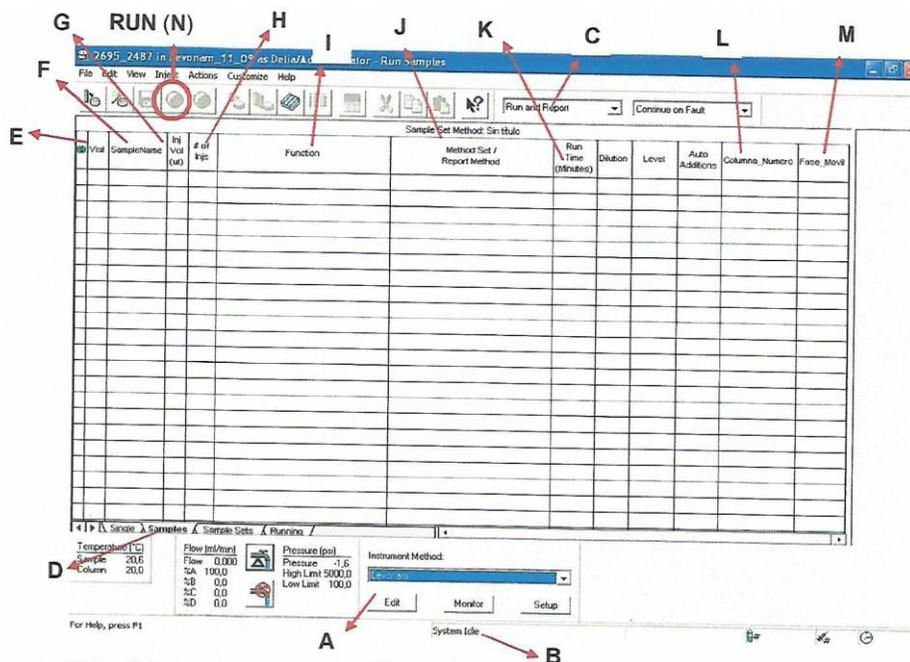
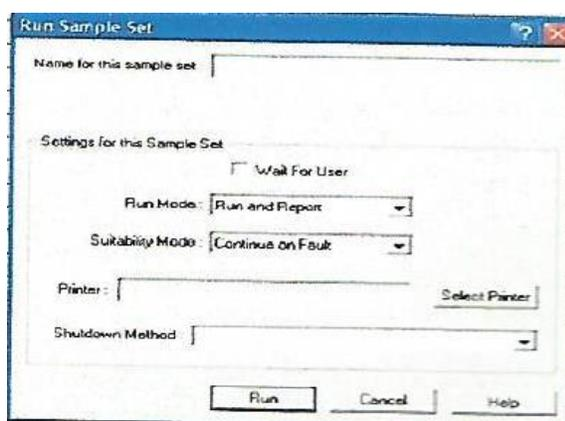

Figura 8
Figura 9
5.4.13. Una vez que todos los datos fueron cargados en el Panel de **Sample Set Method**. Hacer clic en Run (N)  aparece una ventana como la Figura 8, se completa el campo de **Name for this sample set** con el nombre del análisis a realizar, más abajo se establece la impresora, luego se despliega las opciones de **Shutdown Method**, y se selecciona el método **RUN** en la ventana y se da comienzo a la secuencia de inyecciones. Figura 9.